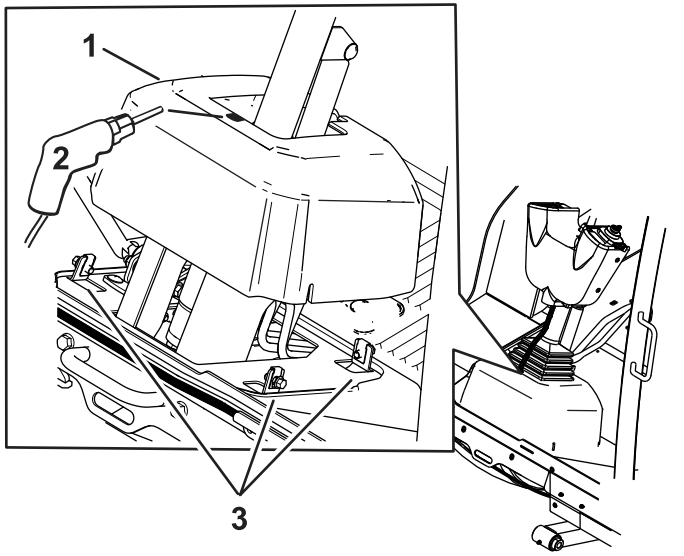

Figura 5
- 1. Afloje los pernos alrededor de la base de la columna de dirección (Figura 5)
- 2. Levante la base y perforo un orificio de 22 mm (7/8"), como se muestra en la Figura 5.
4. Sujete la base a la máquina (Figura 5).